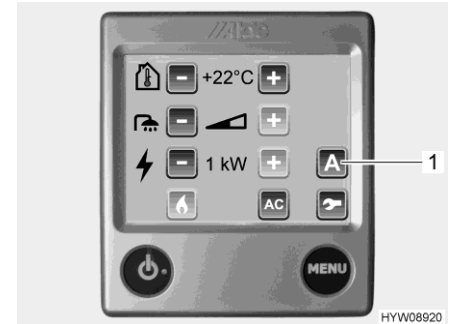

Fig. 182 Menu de réglage (ventilateur d'appoint)
L'unité de commande (Fig. 182) du chauffage à eau chaude sert de commande du ventilateur d'appoint.
- Appuyer sur le bouton "A" (Fig. 182,1). Les fonctions sont affichées.